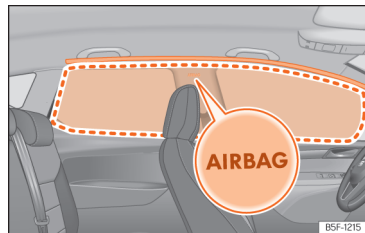

Рис. 37 Місце розташування й зона розкриття шторки безпеки.
Шторки безпеки розташовані над дверима по обидва боки салону автомобіля >>> **рис. 37** й позначені написом "AIRBAG".
Коли спрацює подушка безпеки для голови, вона покриває позначену зону (зона розкривання) >>> **рис. 37**. Ніколи не кладіть і не прикріплюйте предмети у цій зоні >>> **△**.
- Пильнуйте, щоб діти правильно сиділи на своїх сидіннях і не тримали голову в зоні розкривання шторок безпеки >>> **рис. 37**, адже в разі аварії подушки можуть спрацювати й завдати серйозних травм.